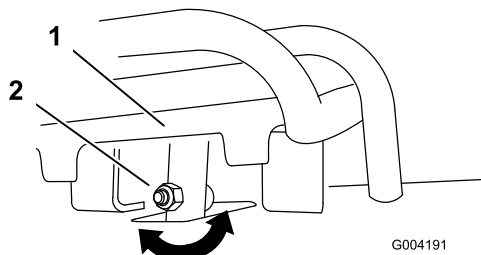
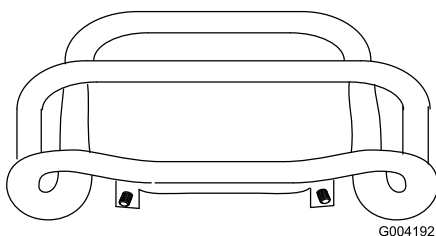

Figura 45
Figura 46
4. Si la parte delantera del control de tracción no queda enrasada con y paralela a la barra de referencia, afloje la tuerca con arandela prensada y el perno del tubo del control de tracción (Figura 45).
5. Ajuste el control de tracción hasta que quede enrasado con la barra de referencia al tirar del mismo hacia atrás del todo (Figura 45 y Figura 46).